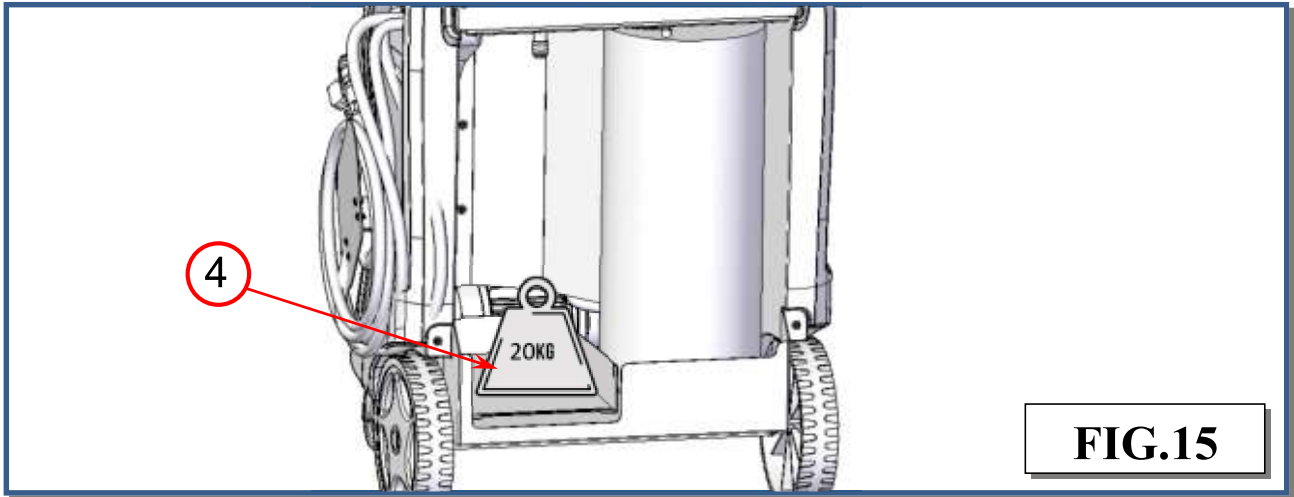

FIG.15
- Colocar 20 kg de peso de referência (ref. 4, Fig.15) no centro do prato da balança.